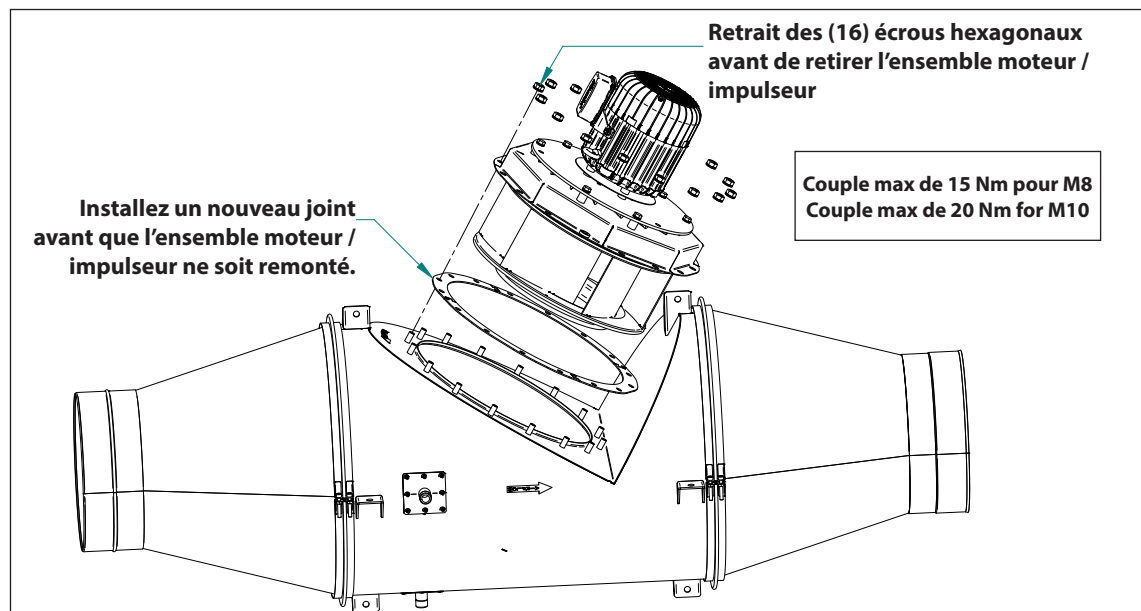

Fig. 12
En se référant à la fig. 12 ci-dessous, suivez ces étapes afin d'ouvrir le ventilateur Inline CFIR pour qu'il puisse être nettoyé et inspecté :
5. Remettez le moteur et l'impulseur en place et serrez les écrous hexagonaux comme indiqué sur la Fig. 12.